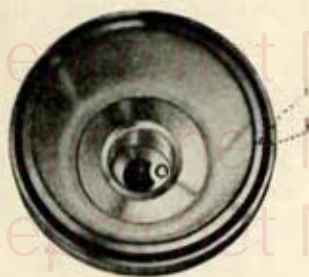

Fig. 12.
1. Plaats de onderste helft van den bol (deel N^r 7) in den sluitring zoo dat de twee pinnen van den ring (b - fig. 5) in de boringen (c - fig. 9) aan den boord der onderste bolhelft indringen. Aan den boord der onderste bolhelft bevindt zich een streepje (h - fig. 12) juist boven een der boringen. Als men dit streepje juist tegenover een der pinnen (b) van den sluitring plaatst zullen de pinnen gemakkelijk in de boringen indringen ;
Zie fig. 12 de twee samengevoegde deelen